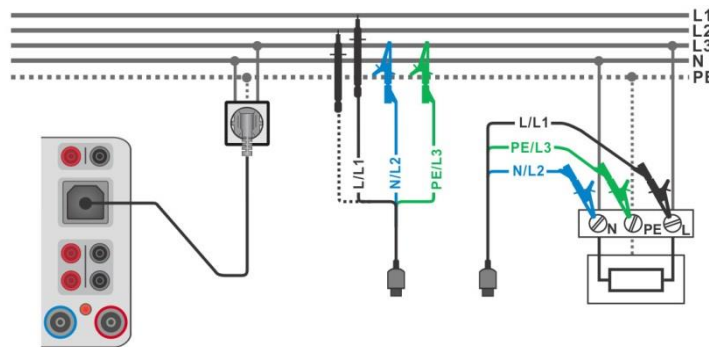

Abbildung 6.76: Phase-Neutraleiter- oder Phase-Phase Messung der Leitungsimpedanz - Anschluss des Commander-Prüfsteckers und den 3-Leiter Prüfadapter
- › Verbinden Sie das 3-drahtige Prüfkabel oder das Steckerprüfkabel mit dem zu prüfenden Objekt, siehe **Abbildung 6.76**.